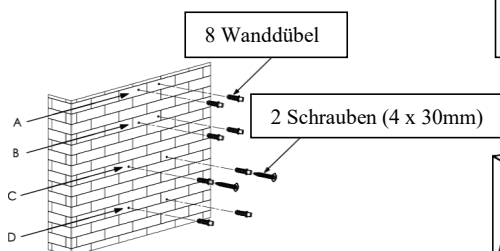

Abb. 2
4. Bohren Sie in der empfohlenen Höhe acht Löcher mit einem Durchmesser von 8 mm. Position A dient zur Montage von Platte II und des Schachtinnenteils. Position B dient zur Montage von Platte I sowie des Schachts (Innen- und Außenteil) an der Wand. Position C dient zur Anbringung der Dunstabzugshaube an der Wand. An Position D wird die Dunstabzugshaube für mehr Sicherheit zusätzlich mit den Sicherheitsschrauben befestigt. Bringen Sie mithilfe der zwei mitgelieferten Schrauben (4 x 30 mm) und Wanddübel die Dunstabzugshaube an Position C an (siehe Abb. 2).